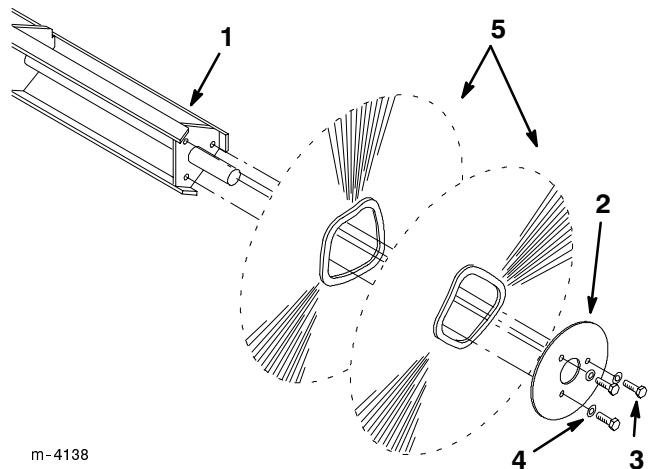

Abbildung 21
5. Die drei Schrauben und Unterlegscheiben entfernen, mit denen die Achsenplatte an der Achse befestigt ist, und die Platte abnehmen (Abb. 21)
6. Die Bürsten von der Achse herunterschieben (Abb. 21).
7. Eine neue Bürste so auf die Achse schieben, dass die Justierstifte der Bürste über die **untere** Stange der Achse kommen (Abb. 21).
8. Die nächste Bürste 180° von Seite zu Seite und von oben nach unten drehen und so auf die Achse schieben, dass die Justierstifte der Bürste über die **obere** Stange der Achse kommen (Abb. 21).